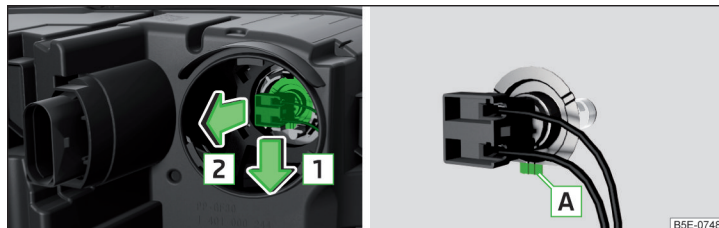

Fig. 358 Remplacement de l'ampoule des feux de route
- Défaire la fiche avec l'ampoule dans le sens des flèches **1** » fig. 358.